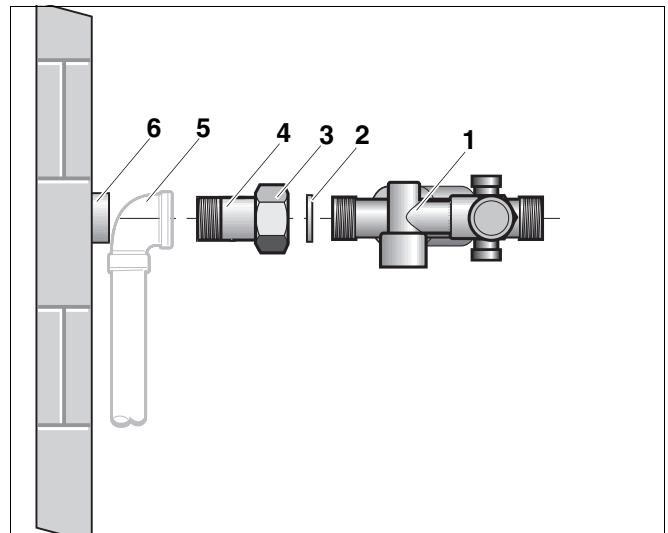
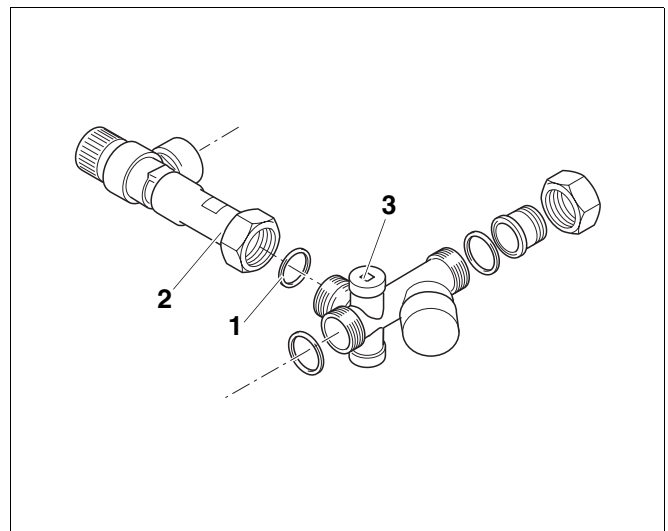

Abb. 23 Sicherheitsgruppe montieren
Abb. 24 Sicherheitsgruppe montieren
- Schraubnippel $R\frac{1}{2} \times 37$ (Abb. 23, **Pos. 4**) mit Überwurfmutter (Abb. 23, **Pos. 3**) in den Kaltwasseranschluss (Abb. 23, **Pos. 5 oder 6**) eindichten.
- Sicherheitsgruppe (Abb. 23, **Pos. 1**) mit Dichtung (Abb. 23, **Pos. 2**) an den Schraubnippel (Abb. 23, **Pos. 4**) schrauben. Auf Dichtung und Fließrichtung achten!
- Sicherheitsventil mit seitlicher Verlängerung (Abb. 24, **Pos. 2**) und eingelegter Dichtung (Abb. 24, **Pos. 1**) an die Sicherheitsgruppe (Abb. 23, **Pos. 3**) schrauben.
Auf der Eingangsseite wird die Überwurfmutter (Abb. 23, **Pos. 3**, Seite 16) der Sicherheitsgruppe verwendet.